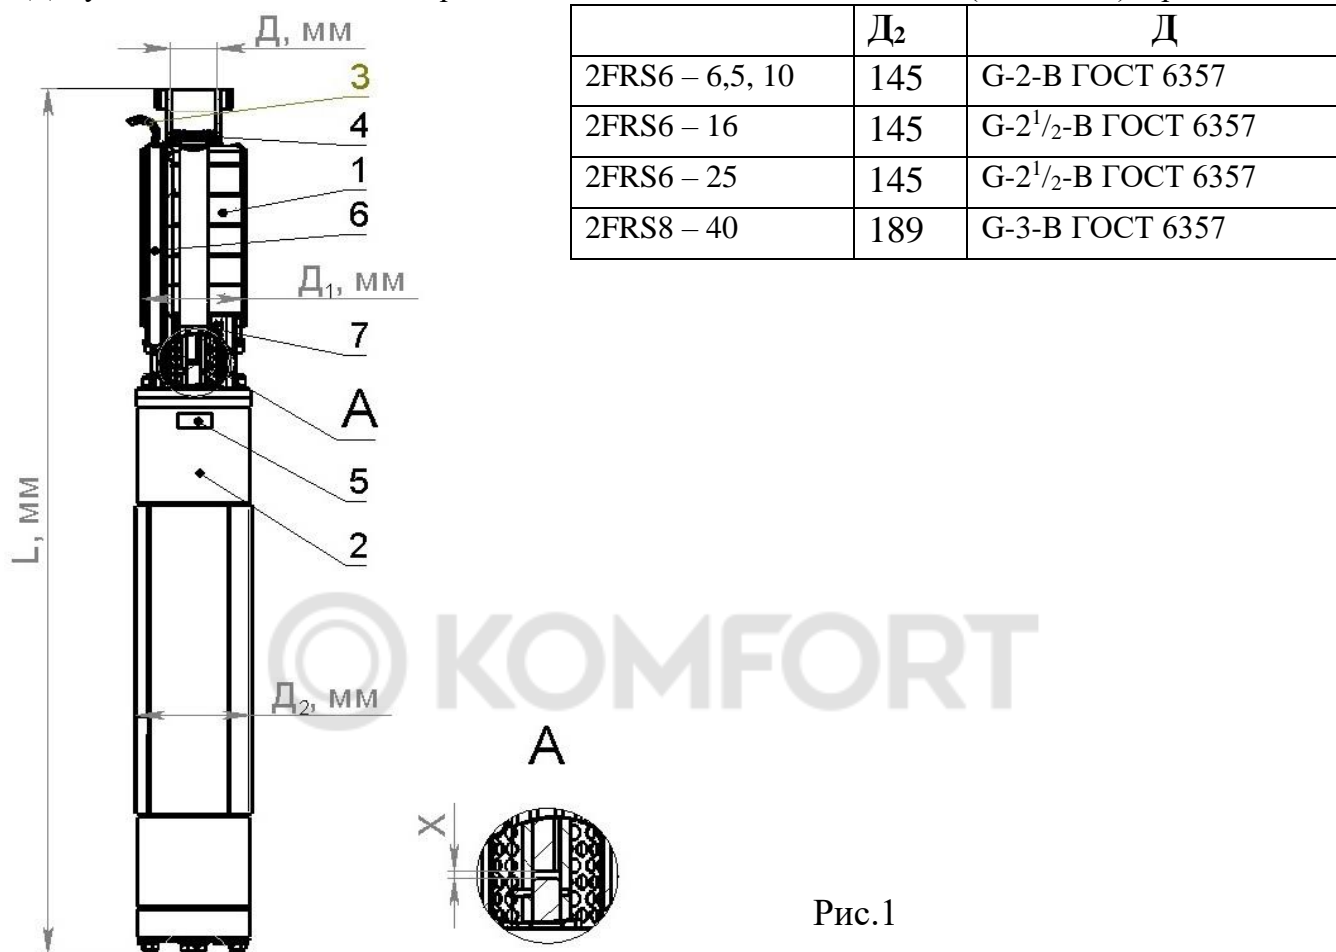

Рис.1
Агрегат 2FRS (см. рис.1) состоит из: насосной части поз. 1; электродвигателя поз. 2; проводов токоподводящих поз. 3; клапана поз. 4; таблички поз. 5; кожуха защитного поз. 6; сетки защитной поз. 7.
6.3.2 Водоподъемную трубу вернуть в патрубок агрегата до отказа (см. рис.1). По просьбе заказчика за отдельную плату могут поставляться переходные втулки на трубы, диаметр которых, не совпадает с диаметром резьбы насоса.
- придерживая вал насоса в верхнем положении (см. п. 2), установить насос на фланец электродвигателя и замерить размер “X” между концами валов (см. рис. 1);